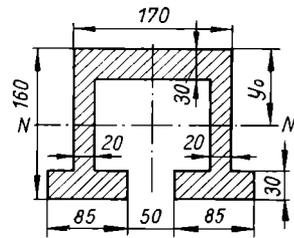

Bild 60
94. Für den Querschnitt eines Maschinenrahmens (Bild 60) sollen berechnet werden **a)** das Lagenmaß y_0 der Nulllinie *N*; **b)** das Trägheitsmoment für die Nulllinie; **c)** das Widerstandsmoment.